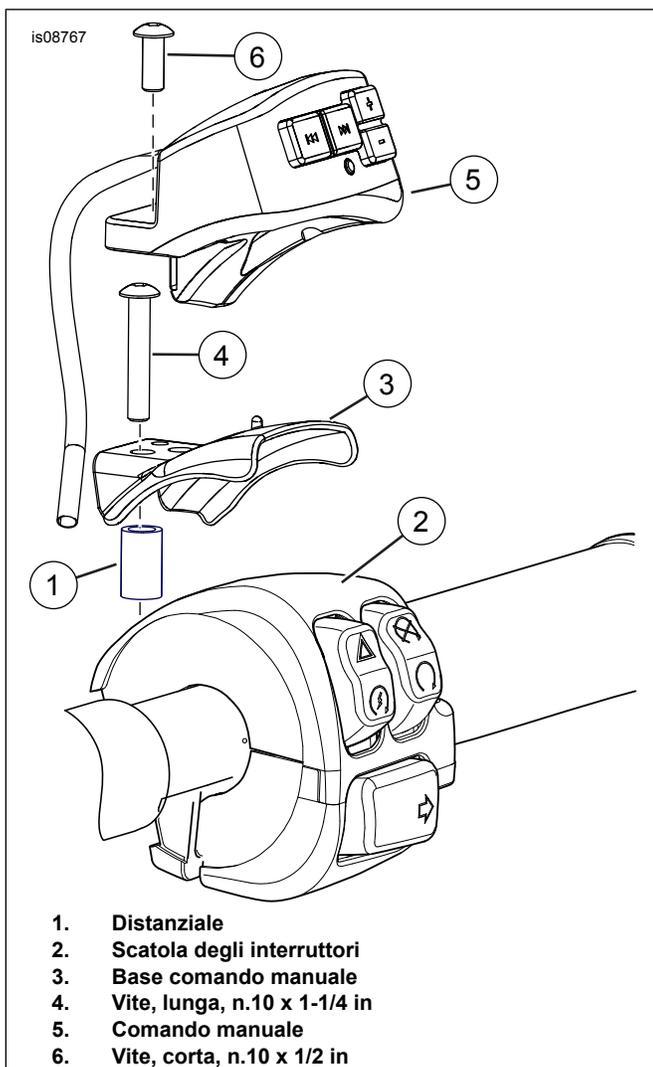

Figura 4. Installazione comando manuale
5. Vedere Figura 4. Collocare il distanziale (1) sulla scatola degli interruttori sul foro, dove la vite era stata rimossa in precedenza.
6. Collocare la base dei comandi manuali (3) su distanziale e scatola degli interruttori. **Modelli Road King 2014 e anni successivi:** non viene usato alcun distanziale.
7. **Tutti i modelli tranne Road King 2014 e anni successivi:** allineare la vite (4) con il foro corretto nella base dei comandi manuali, attraverso il distanziale, nel foro sulla scatola degli interruttori. Fissare la staffa del comando manuale con la vite. Serrare a 3,9-5 Nm (35-45 in-lb). **Modelli Road King 2014 e anni successivi:** allineare la vite rimossa in precedenza con il foro nella base del comando manuale. Fissare la staffa del comando manuale con la vite. Serrare a 3,9-5 Nm (35-45 in-lb).
8. Collocare il comando manuale (5) sulla base del comando manuale. Fissare la base del comando manuale con la vite (6) nel foro filettato (7). Serrare.